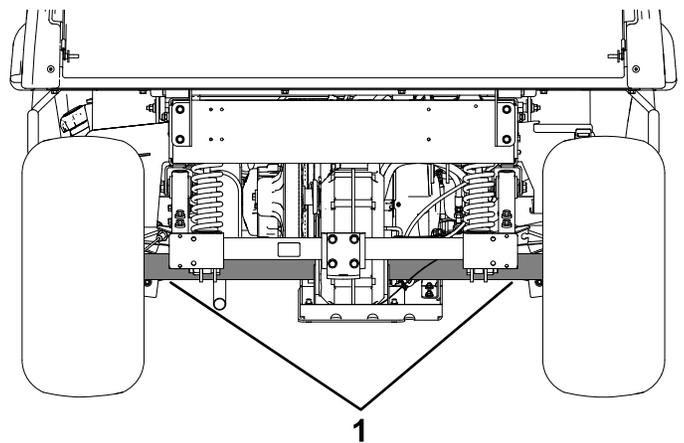
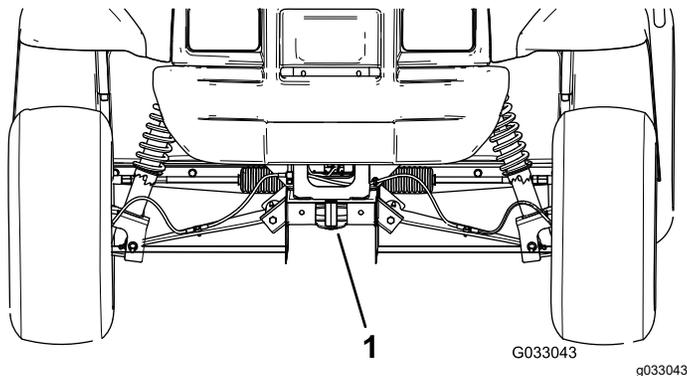

图 19
图 18
请参阅图 18和图 19查看机器栓系点的位置。
2. 将拖绳系在机器机架前面的牵引杆上图 18。